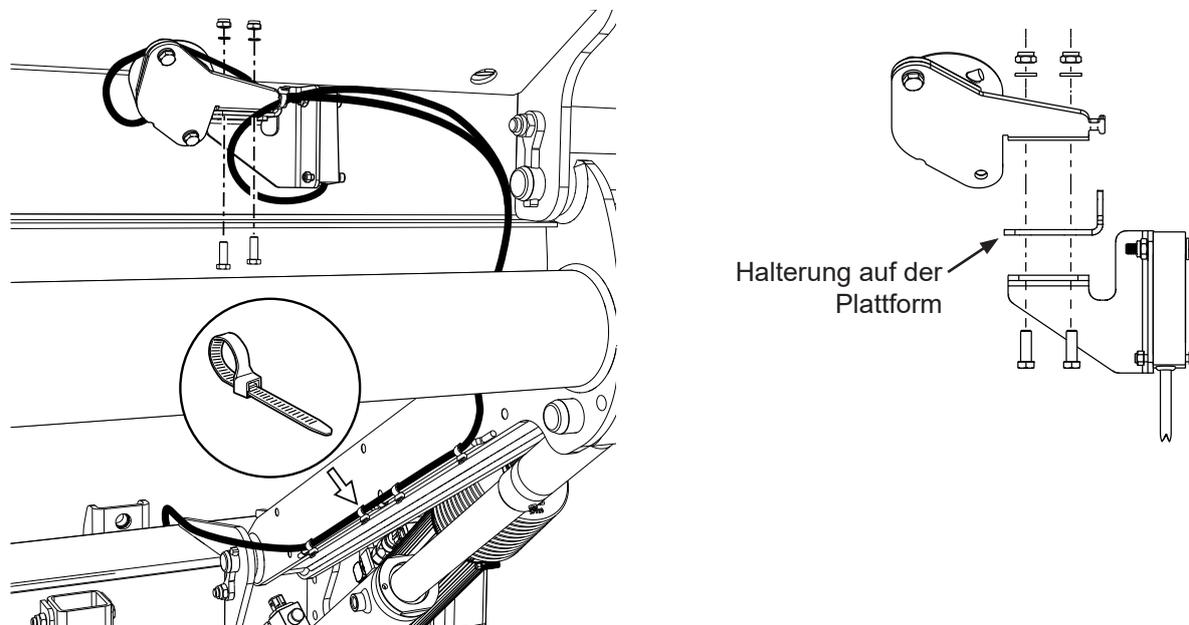

Abb.50. Einbau des Winkelsensors für die Kippautomatik (Autotilt)
1. Die Winkelsensoren mit den dazugehörigen Schrauben, Muttern und Einschüben an der Plattform anbringen und das Kabel mit Kabelband befestigen, siehe Abb.50.